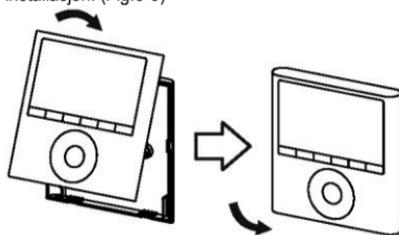

Fig 3-9
- Etter å ha justert den øverste platen og deretter festet den, må du unngå å klemme ledningen under installasjon. (Fig.3-9)